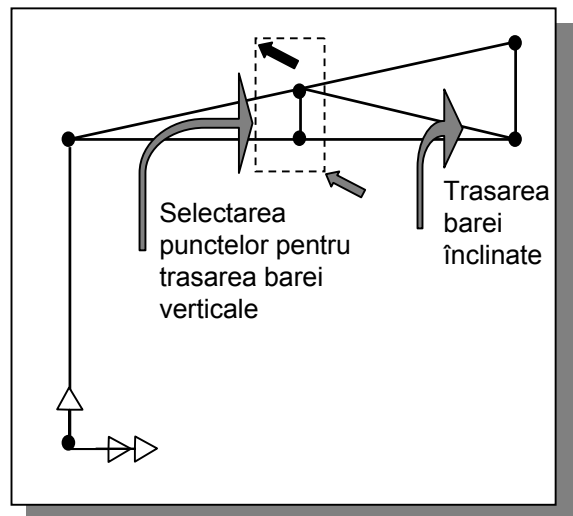

Fig. 12
- se trasează linia verticală prin butonul  (fig. 12)